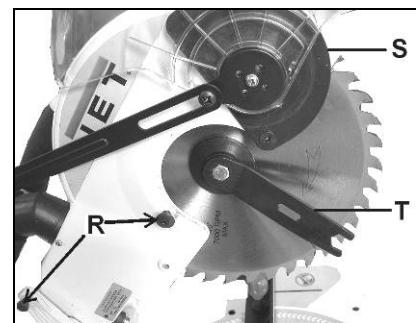

Fig 9
Entfernen Sie die Sägeblattschutzaube, indem Sie die beiden Schrauben (R, Fig 9) an der Seite der Schutzaube lösen und die Schutzaube hochklappen (S).
Montieren Sie die Sägeblattschutzaube mit den beiden Schrauben (R, Fig 9).